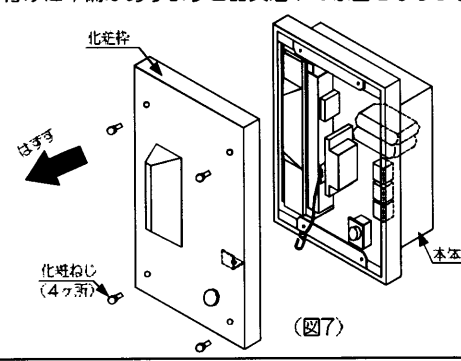

図7
2 ①前面の化粧ねじ(4ヶ所)をはずし、本体より化粧枠をはずしてください。(図7)
②器具内に電源線、信号線を引き込み、ボルトと本体のボルト用穴の位置を合わせ、器具を埋込穴に押し込み、ナットで固定してください。